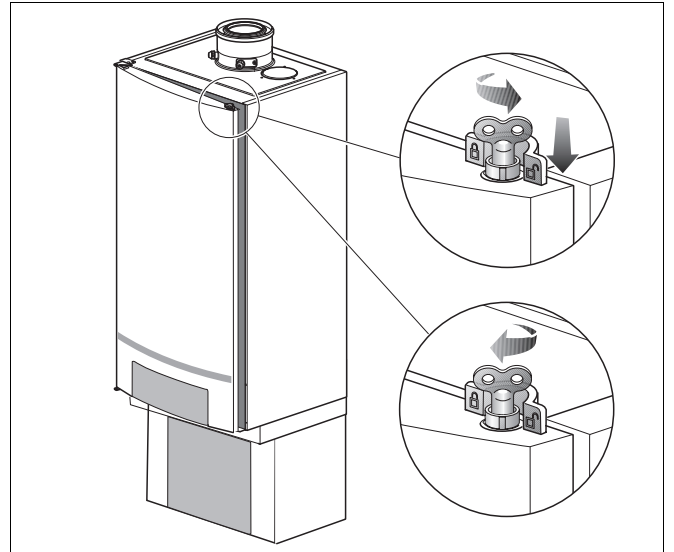

Fig. 13 Openen deur
- Open het slot van de deur, door deze met een ont-luchtingsleuteltje een kwart omwenteling linksom te draaien (fig. 13, **loep**).
- Druk het slot naar beneden (fig. 13) en open de deur.